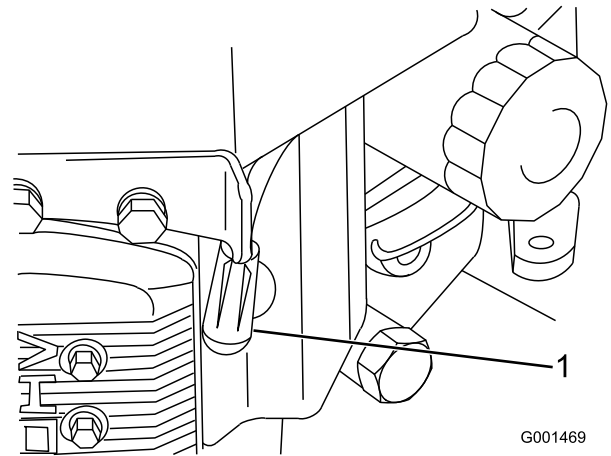

Bild 29
3. Klemmen Sie das Zündkabel von der Zündkerzen ab (Bild 29).